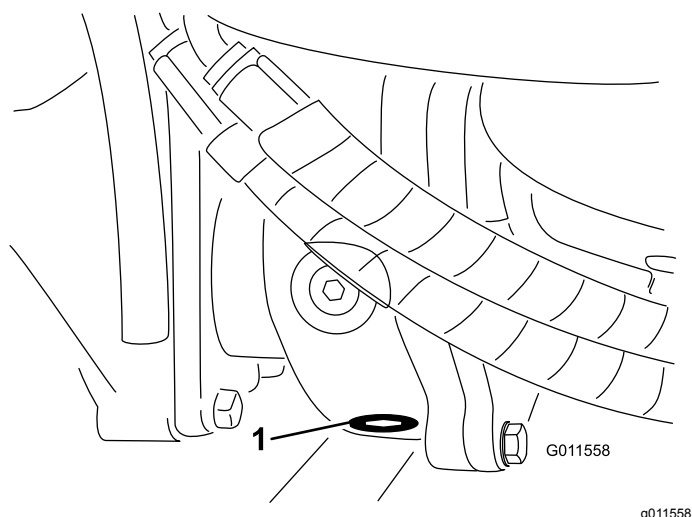

Figura 87
5. Limpie la zona alrededor del tapón de vaciado en la parte inferior de la caja de engranajes (**Figura 87**).